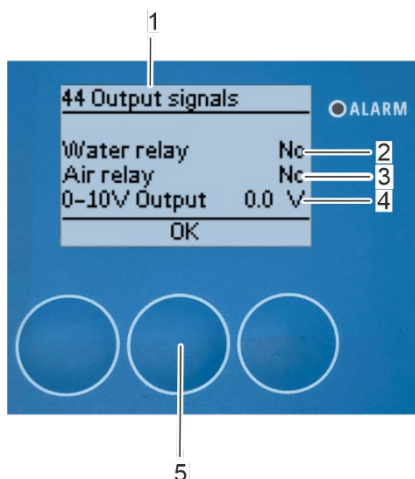

Figura 179: Submenú «44 Señales de salida»
□ En la pantalla (Figura 179/1) aparecerá el submenú «44 Señales de salida» y mostrará el estado en ese momento del «Relé del agua» (Figura 179/2), del «Relé de aire» (Figura 179/3) y de la «Salida 0-10 V» (Figura 179/4).
Las señales de salida «Relé del agua» (Figura 179/2) y «Relé de aire» (Figura 179/3) estarán marcadas con «Sí» si se ha detectado una señal de salida. La «Salida 0-10 V» (Figura 179/4) indica la tensión que tiene en un rango de 0 a 10 V.